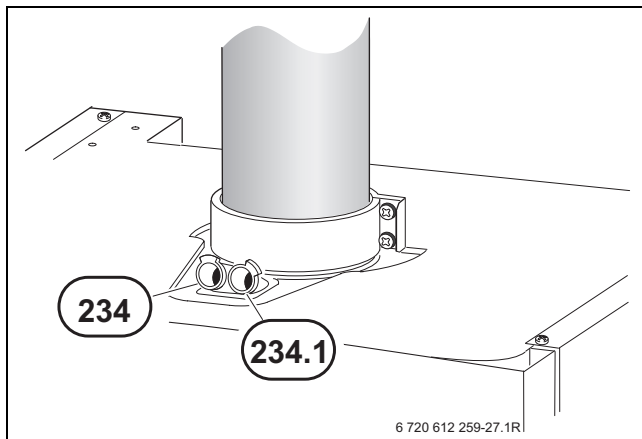

Bild 95
- Verschluss-Stopfen am Mess-Stutzen für Verbrennungsluft (234.1) entfernen (→ Bild 95).
- Verschluss-Stopfen am Mess-Stutzen für Abgas (234) entfernen (→ Bild 95).